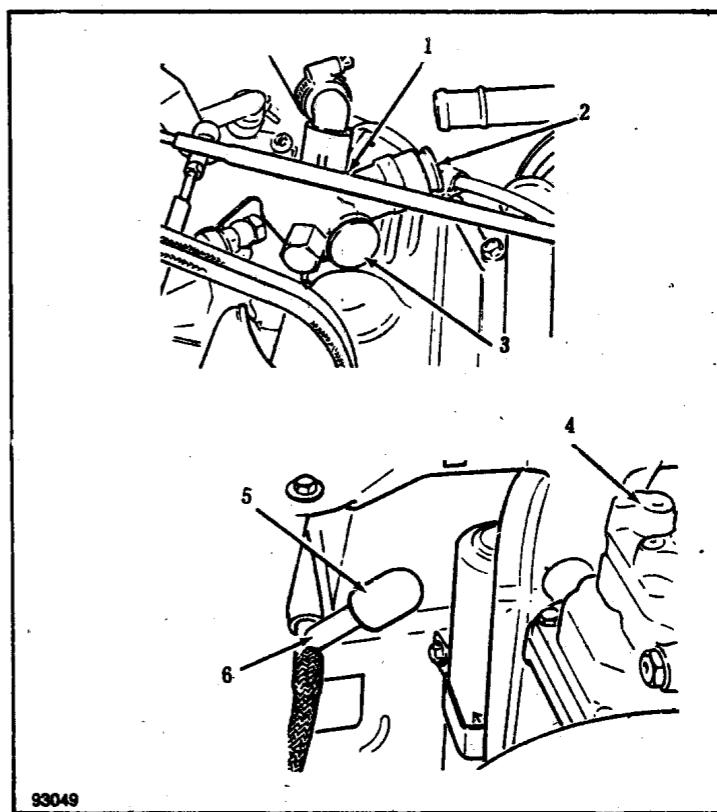

图1-3 通风管和“T”的附件位置
2) 拆下点火线圈上的1号线（线端的标志符号在线圈上），去掉曲轴箱上的通风管，并用棉沙塞住气缸头上的开口，同时要把曲轴箱蒸气排放出来，然后去掉活性炭罐上“T”附件上的密封盖，排出里面的气体。参见图1-3。